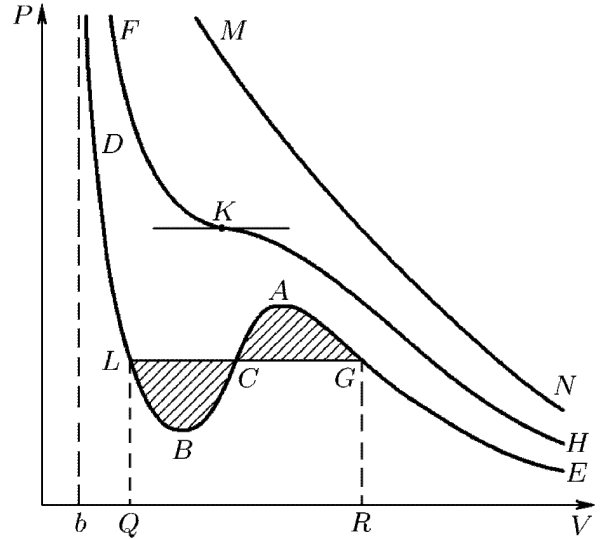

Рис. 3: Изотермы Ван-дер-Ваальса
**Метастабильные состояния: переохлажденный пар, перегретая жидкость. Устойчивость состояний.** При специальных условиях могут быть реализованы участки AG — перенасыщенный пар и LB — перегретая жидкость (см. рис. 3). Эти состояния называют **метастабильными**. Каждое существует, пока его менее устойчивая фаза не граничит с другой — более устойчивой. Например, перенасыщенный пар переходит в насыщенный, если в него попадет капля воды.